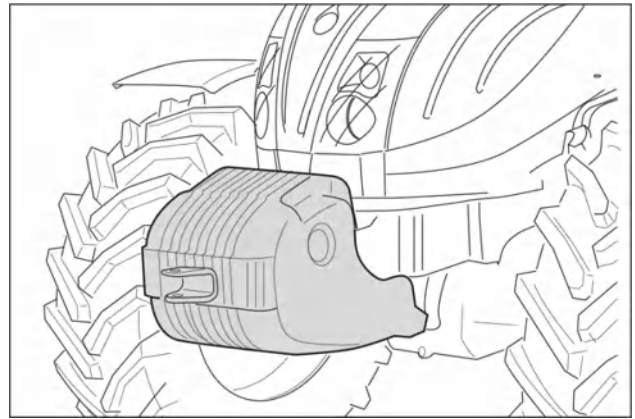

Рис. 2-31
- Используйте передние противовесы для повышения устойчивости трактора при буксировке тяжелого груза или для уравнивания тяжелого заднего навесного оборудования (рис. 2-31).